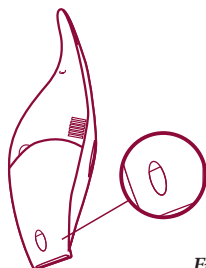

Fig. 9
- Controleer regelmatig het vloeistofniveau in het reservoir: het speciale venstertje aan de onderkant van het reservoir toont hoeveel vloeistof is opgezogen. Houd het apparaat verticaal, met het mondstuk naar beneden. (fig. 9)